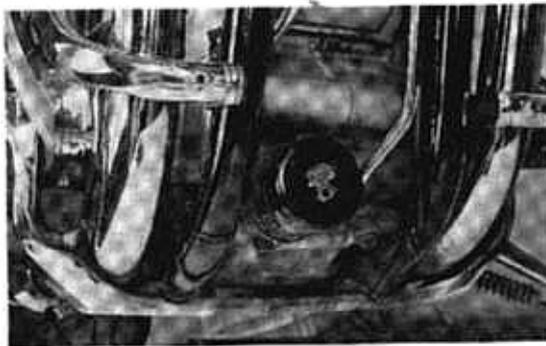

Bild 22
- Auffangwanne unter Ölfilter stellen und Ölfilter (Bild 22) ausdrehen.